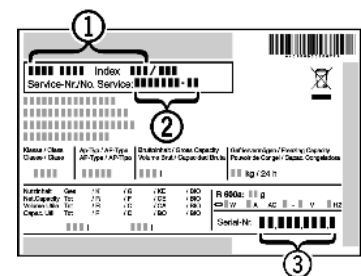

Fig. 47
- ▶ Считать обозначение устройства Fig. 47 (1), сервисный номер Fig. 47 (2) и серийный номер Fig. 47 (3) с заводской таблички. Заводская табличка находится внутри устройства слева.